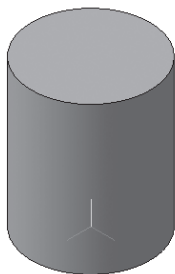

Рис. 135. Цилиндр
- система автоматически уточнила форму цилиндра (рис. 135).